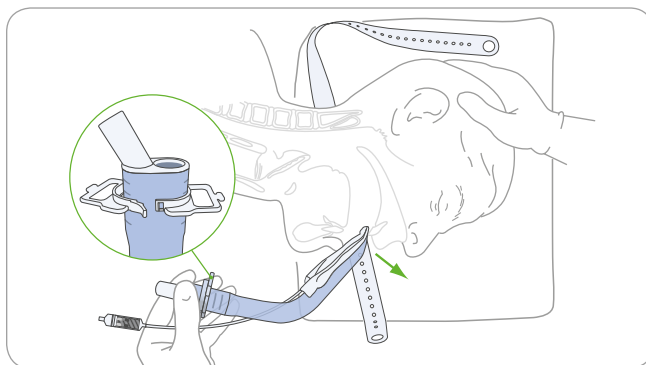

Figura 9. Pressione a extremidade da máscara contra o palato duro
5. Coloque o suporte sobre a secção do protetor antimordedura, de tal forma que a superfície plana do rebordo fique virada para o doente e posicione o suporte a meio do protetor antimordedura SEM O BLOQUEAR, conforme ilustrado na **Figura 9**. Para maior facilidade de utilização, recomenda-se que o suporte seja orientado de tal forma que a presilha do suporte fique virada no sentido do nariz do doente quando inserido.
7. Segure o dispositivo exatamente como se mostra na **Figura 9**.